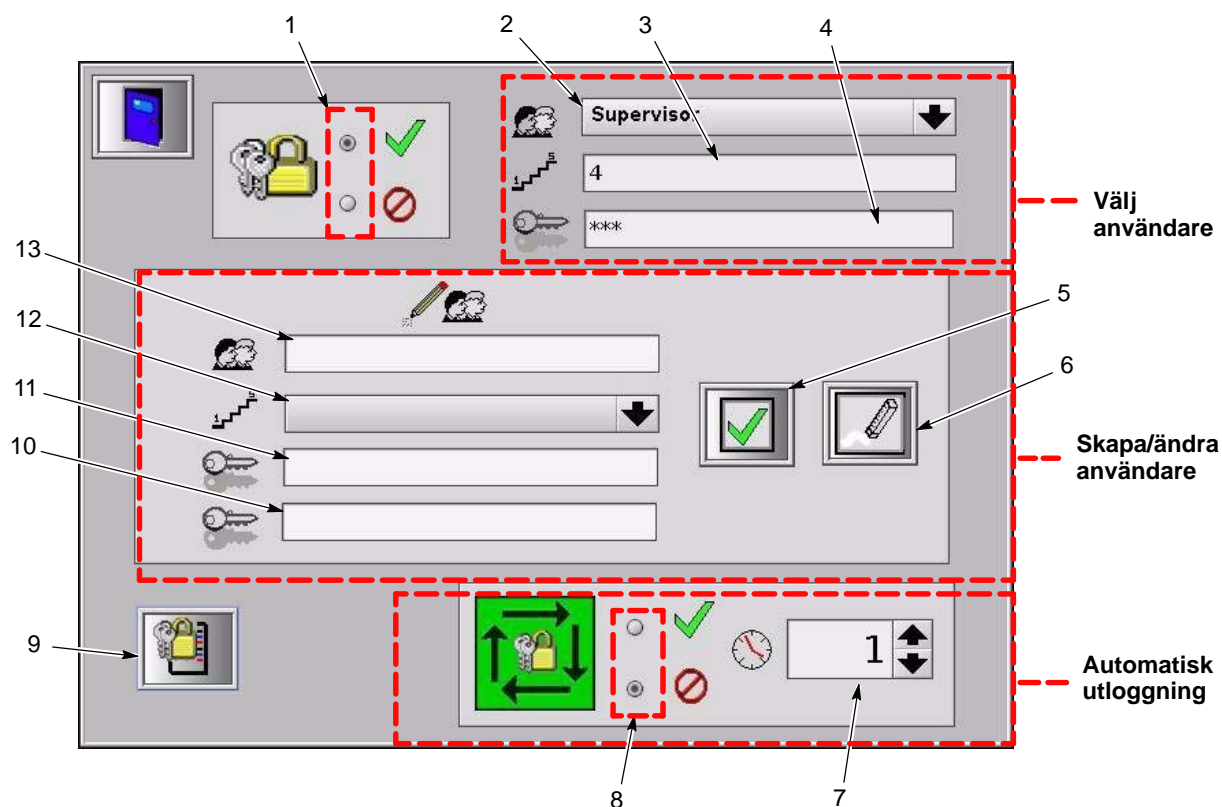

Bild 2-5 Meny för säkerhetskonnfigurering
Se bild 2-5. Tryck på tangenten **Konfigurering** i inloggningsmenyn för att visa menyn för säkerhetskonnfigurering.
Se bild 2-5. För att skapa en ny användare använder man fönstret Skapa/Editera:
Se bild 2-5. Automatisk utloggning gäller endast användare på administratörsnivån (nivå 4). För att ställa in automatisk utloggning:
Se bild 2-5. Tryck på tangenten för **Säkerhetslogg** (9) för att öppna denna. Loggfilen innehåller en lista med namn och tiderna när dessa loggade in eller ut.